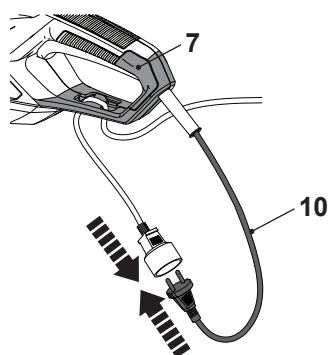

Fig. 3
3. Conecte o cabo de alimentação (10) à tomada do cabo de extensão (Fig. 3).